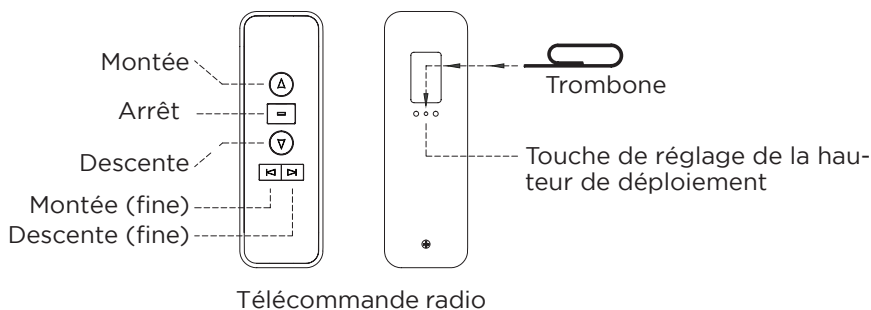

Fig. 5
- Avec un trombone ouvert, appuyez sur le bouton de réglage de la position situé à l'arrière de la télécommande radio (fig. 5) jusqu'à ce que vous voyiez une lumière dans le trou. L'écran est ainsi en mode de programmation.